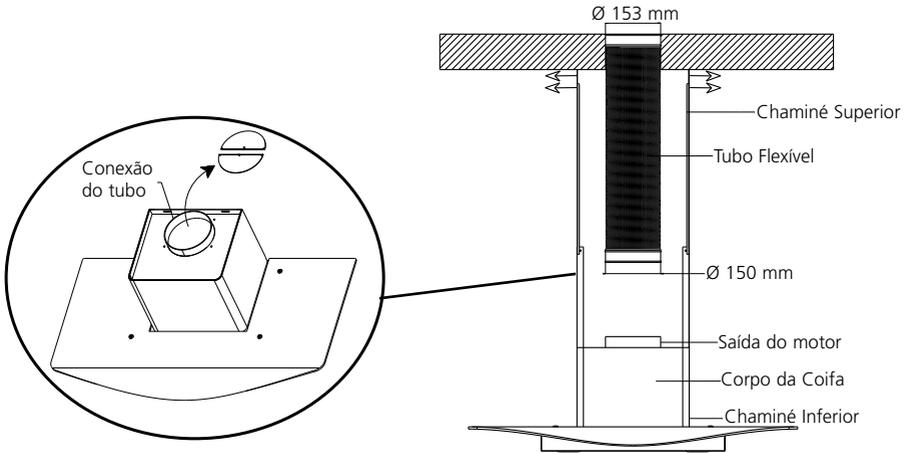

Fig. 10
- Encaixar o tubo flexível na saída do motor, pressionar até o seu perfeito encaixe [fig. 10], após colocar a abraçadeira de nylon que acompanha o produto.